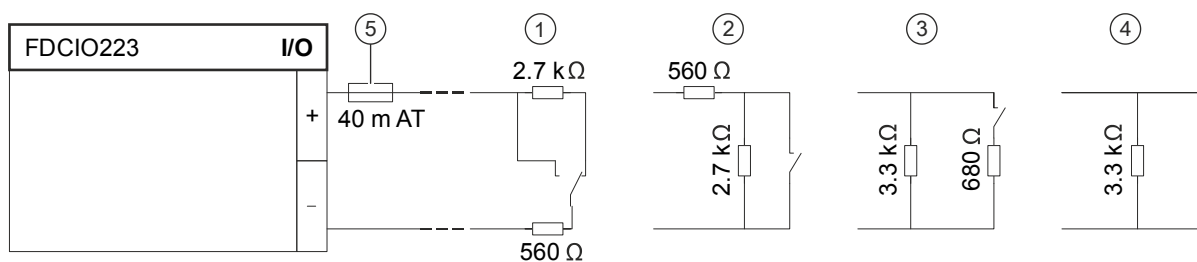

Fig. 7
- Fig. 7 Contact inputs:
- Fig. 7 Entradas de contacto:
- Fig. 7 Kontakteingänge:
- Fig. 7 Ingressi contatti:
- Fig. 7 Entrées de contact :